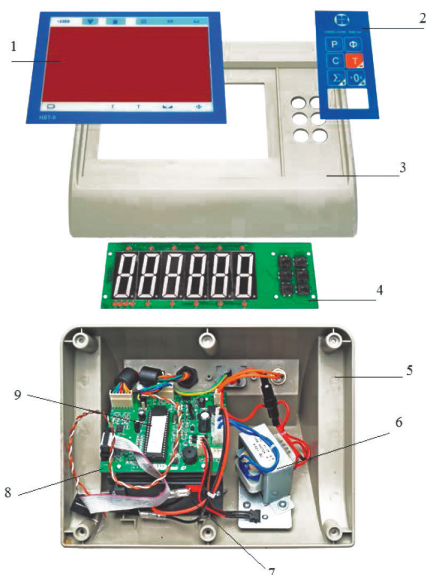

Рисунок 1. Общий вид индикатора.
1.3.4 Общий вид индикатора см. Рисунок 1.